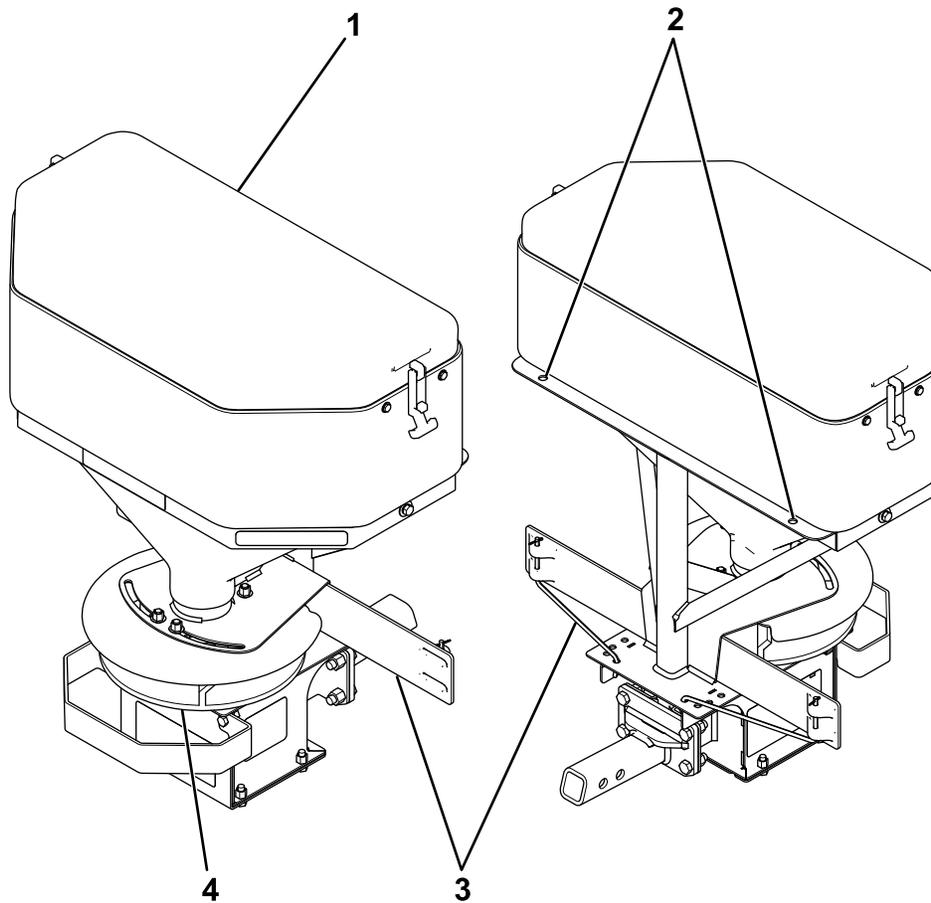

Bild 7
3. Haken Sie die ein Ende der Spanngurte in eines der Löcher an der Rückseite des Streuerrahmens ein (Bild 7).